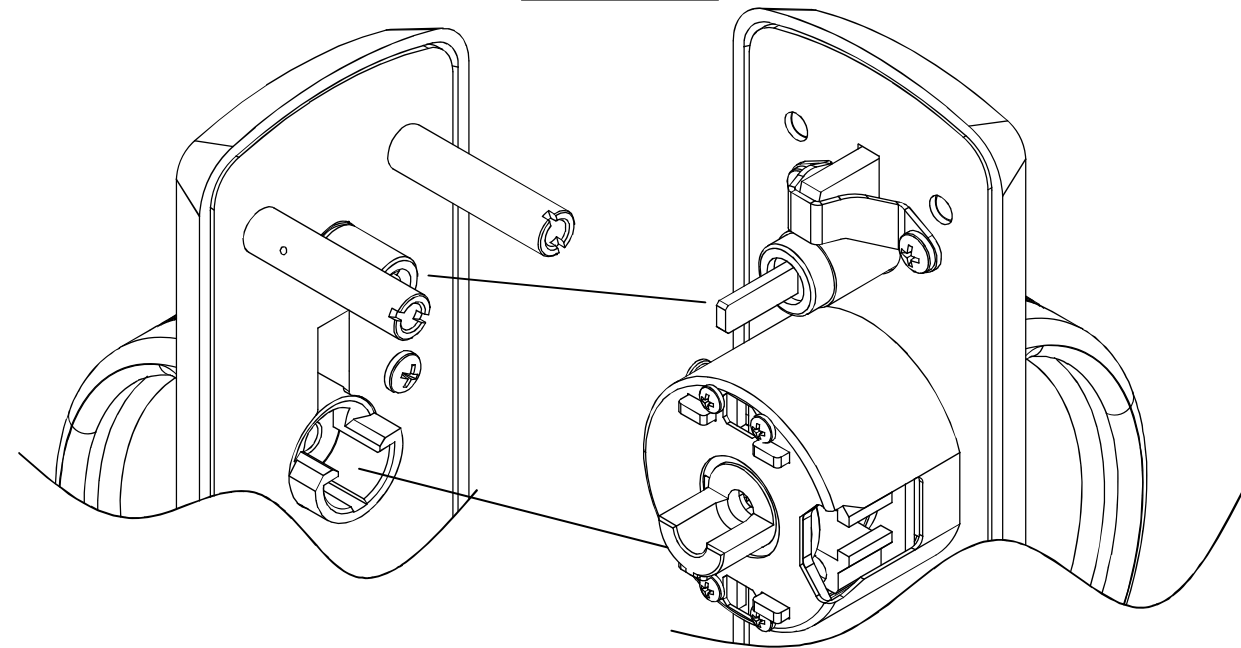

FIGURE 1
4. SLIDE INSIDE PADDLE ASSEMBLY ONTO THE DOOR. THE PARTS SHOULD BE ALIGNED AS SHOWN IN FIGURE 1 & EXPLODED VIEW.